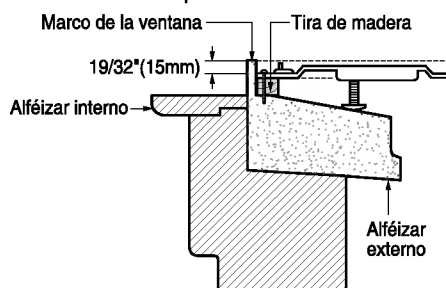

FIG. 11
- Dimensiones y la geometría de la ventana son diferentes de acuerdo a los fabricantes. Revise su ventana y refiérase a la FIG. 11 para instalar firmemente la ménsula del soporte.